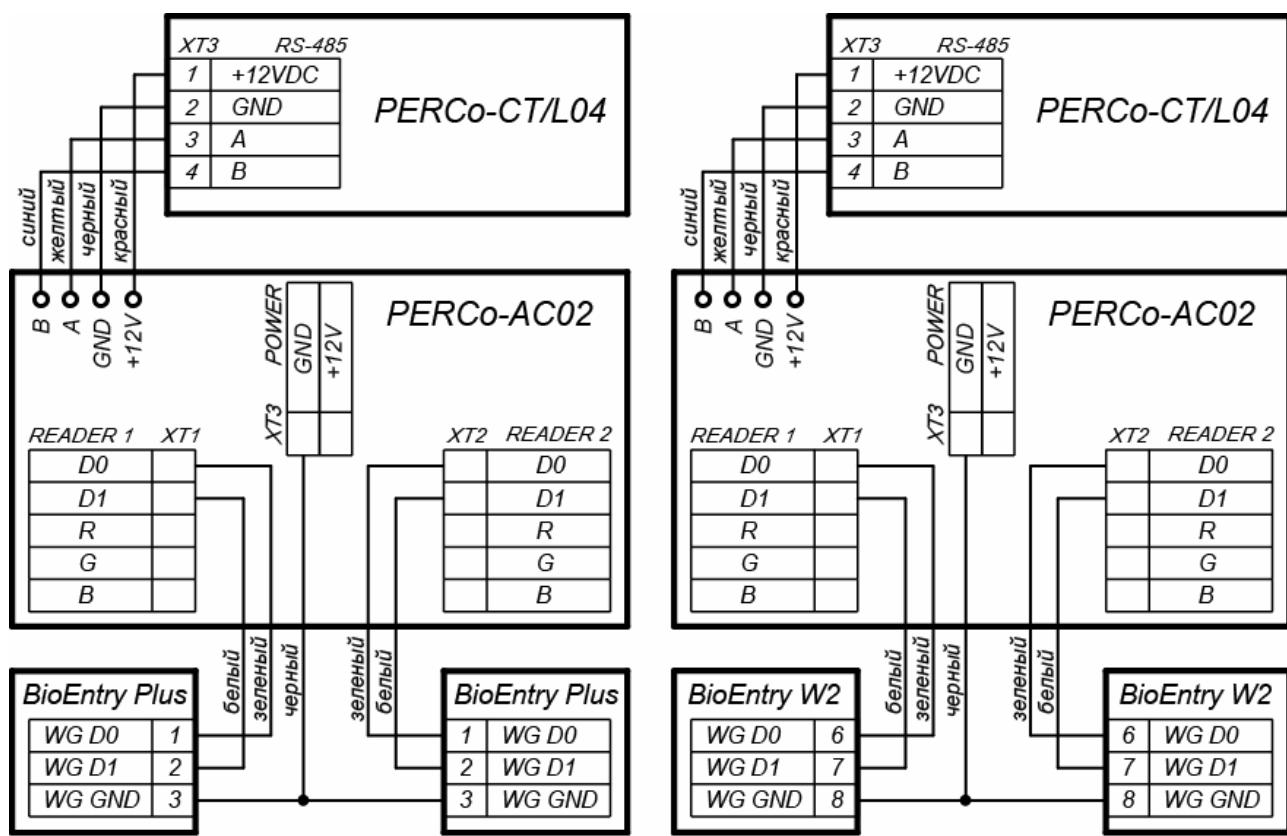

Рисунок 16. Схемы подключения контроллеров Suprema к контроллеру **PERCo-CT/L04** через конвертер интерфейса **PERCo-AC02**
2. В качестве считывателя отпечатков пальца при управлении одним из направлений двухстороннего замка (турникета). В этом случае поддерживается контроль зональности, ИУ управляет выходами контроллера **PERCo-CT/L04**, контроллер Suprema подключается к контроллеру **PERCo-CT/L04** по интерфейсу *Wiegand* через конвертер интерфейса **PERCo-AC02** (схемы подключения - см. рис. 16).